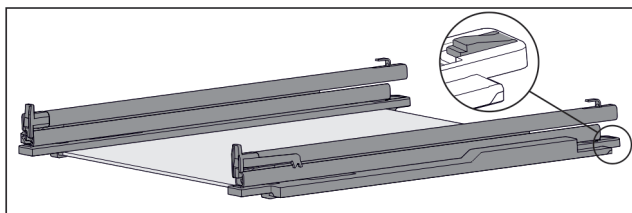

Fig. 132 带轨道和固定件的玻璃隔板
- 将固定件后部向下压 (参见 Fig. 132)，同时向后推轨道。